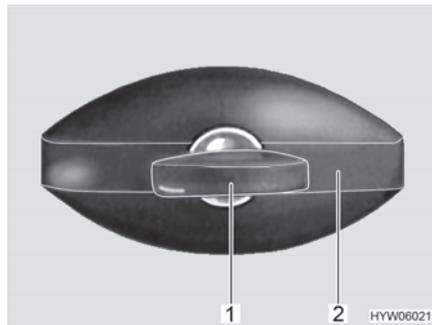

Fig. 27 Serratura dello sportello (ellittico, chiuso)
- Inserire la chiave nel cilindro della serratura (Fig. 27,1) e ruotare in senso antiorario di un quarto di giro. La maniglia della serratura (Fig. 27,2) scatta all'infuori.